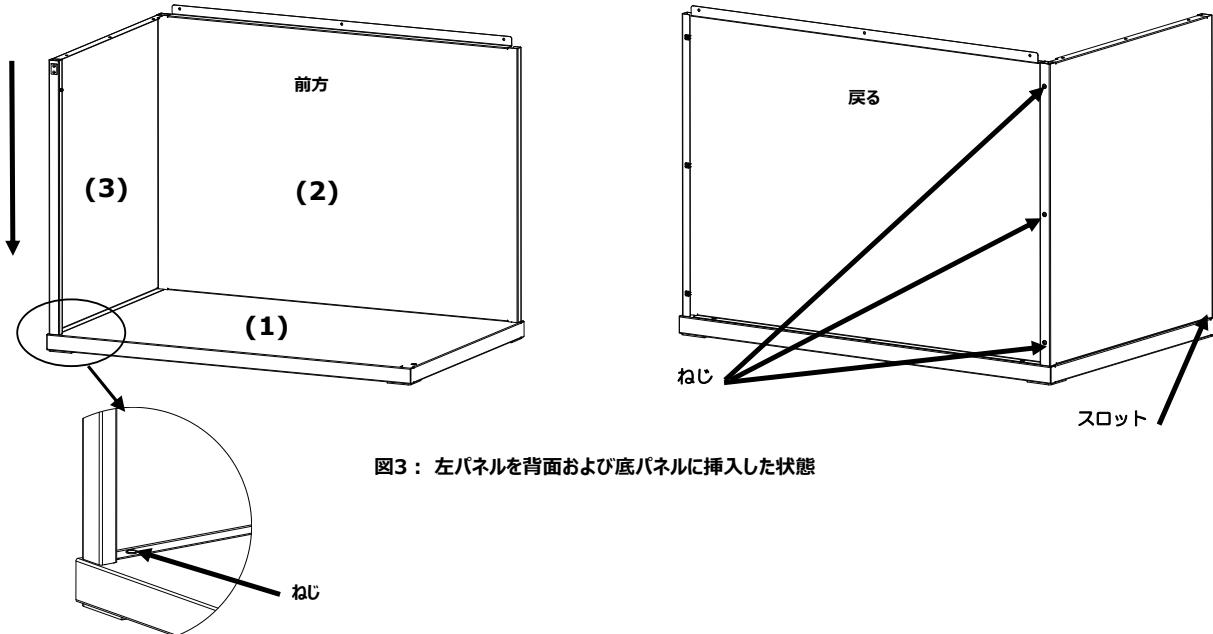

図3：左パネルを背面および底パネルに挿入した状態
- 左パネル（3）前方のタブが底パネル（1）に挿入するまで、左パネル（3）を下向きにインタロックチャネルにそってスライドします。図 3 の様に、左パネル（3）を底パネルと背面パネルに 4 本のねじで固定します。